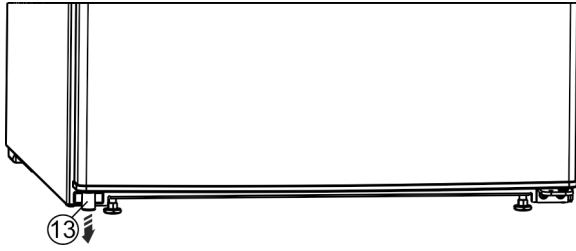

Fig. 13 *
- ▶ Demontați distanțierul Fig. 13 (13) din partea inferioară stângă a ușii.*